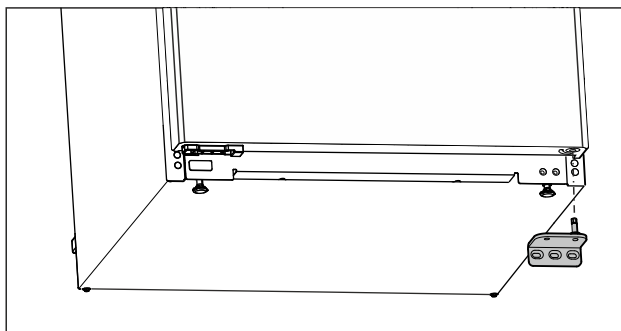

Fig. 8
- Ta av lagerbock neråt. (se Fig. 8)